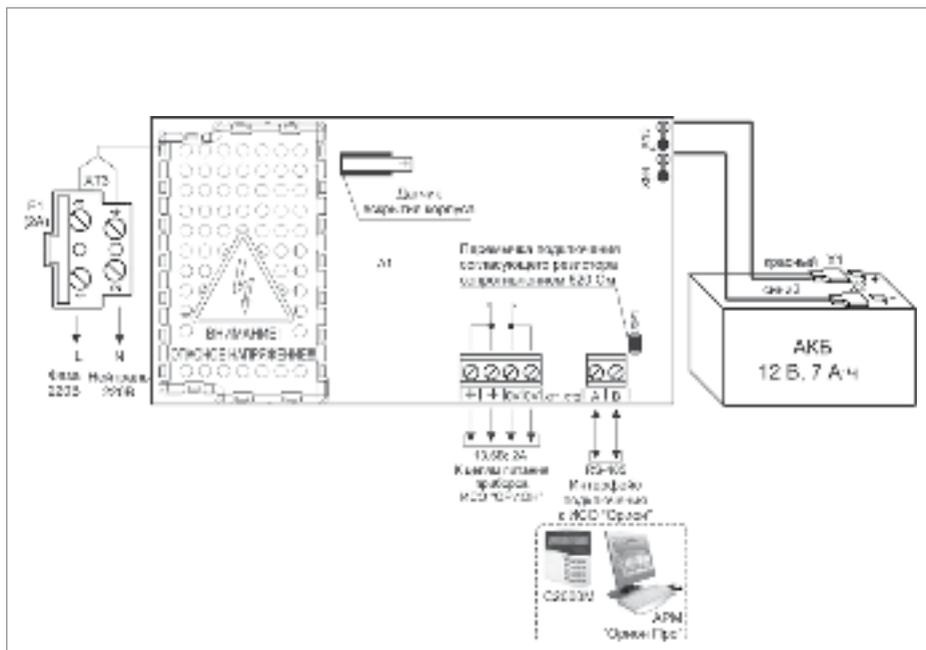

Рисунок 4. Схема внешних соединений РИП-12-исп.54 (РИП-12-2/7П2-Р-RS)
2.6. Схема подключения РИП-12-исп.54 (РИП-12-2/7П2-Р-RS) приведена на рис. 4.
- 2.14. Проверьте правильность произведённого монтажа в соответствии со схемой подключения (рис. 4).
- 2.24. Отключите АКБ от платы РИП, отсоединив контакты Х1, Х2 от клемм АКБ (см. рис. 4).